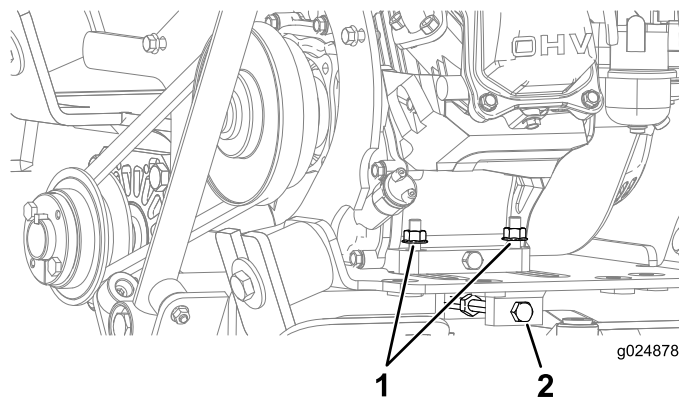

Figure 28
3. Desserrez les 2 écrous à embase (8 mm [5/16 po]) qui fixent l'arrière du moteur (Figure 28).
4. Desserrez l'écrou de blocage et tournez le boulon de tension dans le sens horaire pour tendre la courroie, ou dans le sens antihoraire pour détendre la courroie (Figure 28).
8. Serrez les 2 écrous à embase (8 mm [5/16 po]) qui fixent l'arrière du moteur à un couple de 23 à 29 Nm (17 à 21 pi-lb), comme montré à la Figure 28.